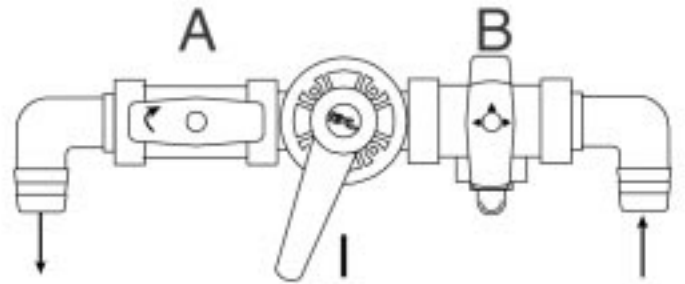

Fig. 6
5.Вновь наполните установку и добавьте защитное вещество в необходимом для первой добавки количестве, в зависимости от объема установки. Установите рукоятку реверсивного крана на двухходовой кран (А), оставьте двухходовой кран открытым и установите трехходовой кран (В) как показано на рис.6.